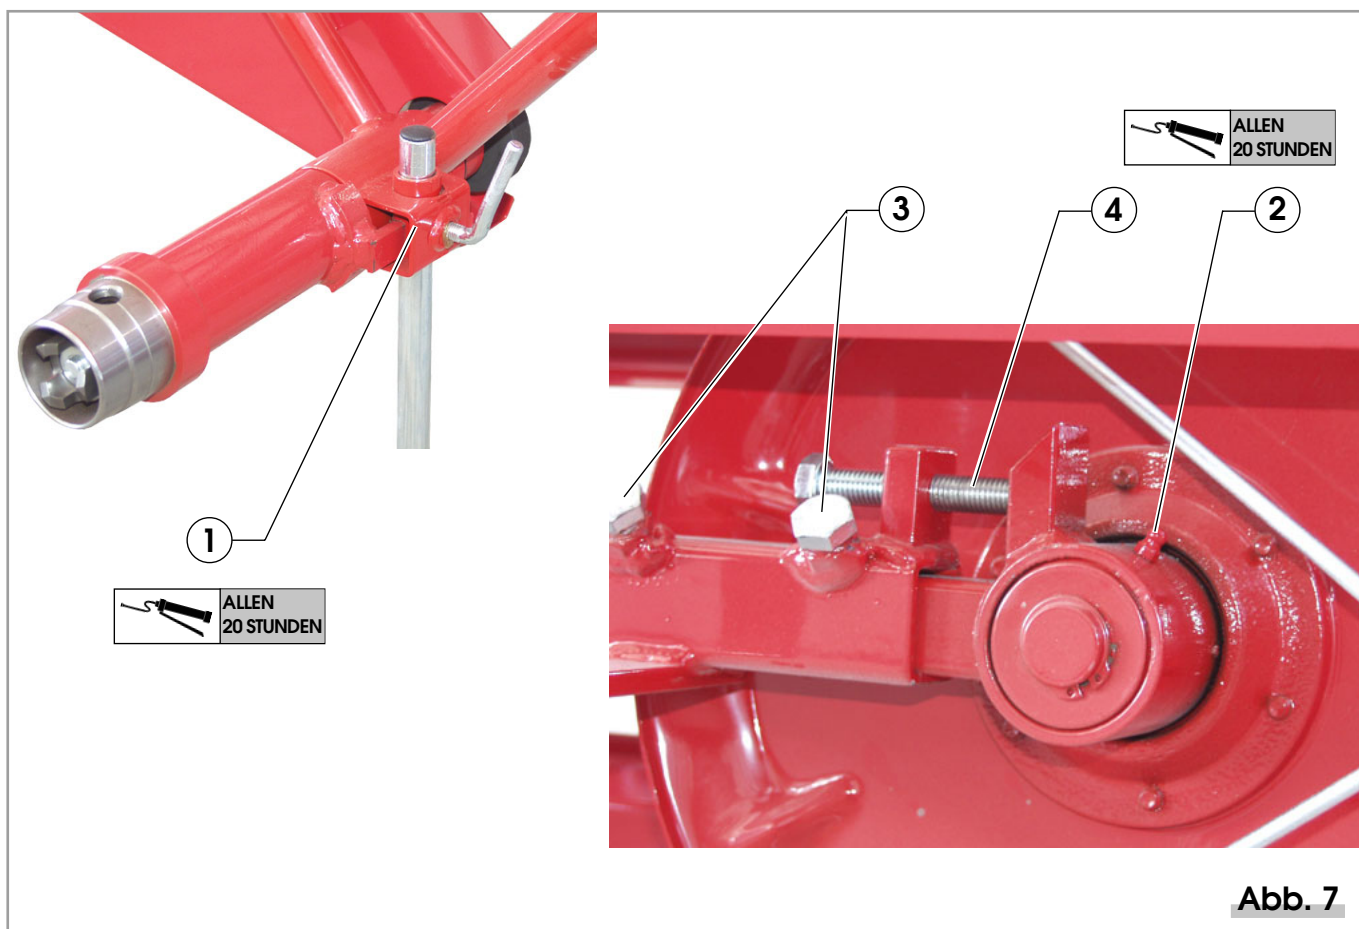

Abb. 7
- Einfetten der Getriebekupplung (Pos. 1, Abbildung 7)
- Einfetten der Riemenkupplungslager (Pos. 2, Abbildung 7)